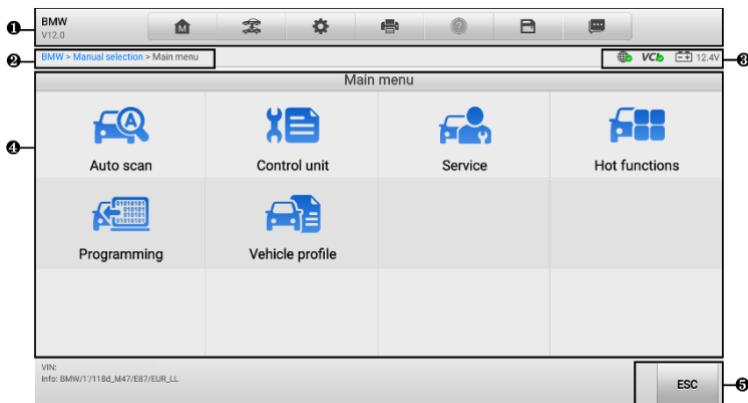

図 4-5 メインメニュー画面
メインメニュー画面(図 4-5 メインメニュー画面を参照)では、コードの読み取り、コードのクリア、包括的な自動車診断機能の実行などを行うことができます。機能を選択すると、タブレットは VCI デバイスを介して車両との通信を確立し、選択内容に基づいて対応する機能メニューまたは選択メニューに入ります。
1. MaxiSysジョブメニューの**診断**ボタンをタップします。対応する車両情報を選択し、メインメニュー画面に入ります。(図 4-5 メインメニュー画面を参照)